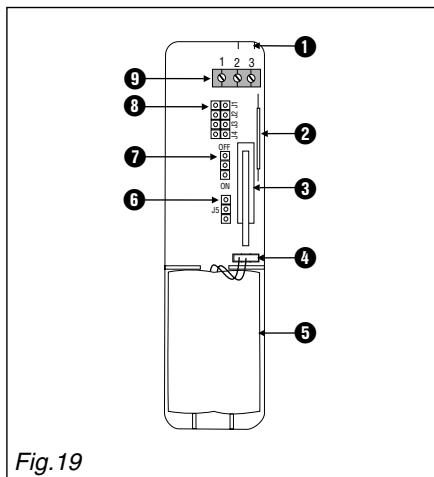

Fig. 19
3.3.3.2 Composants du produit (fig. 19)